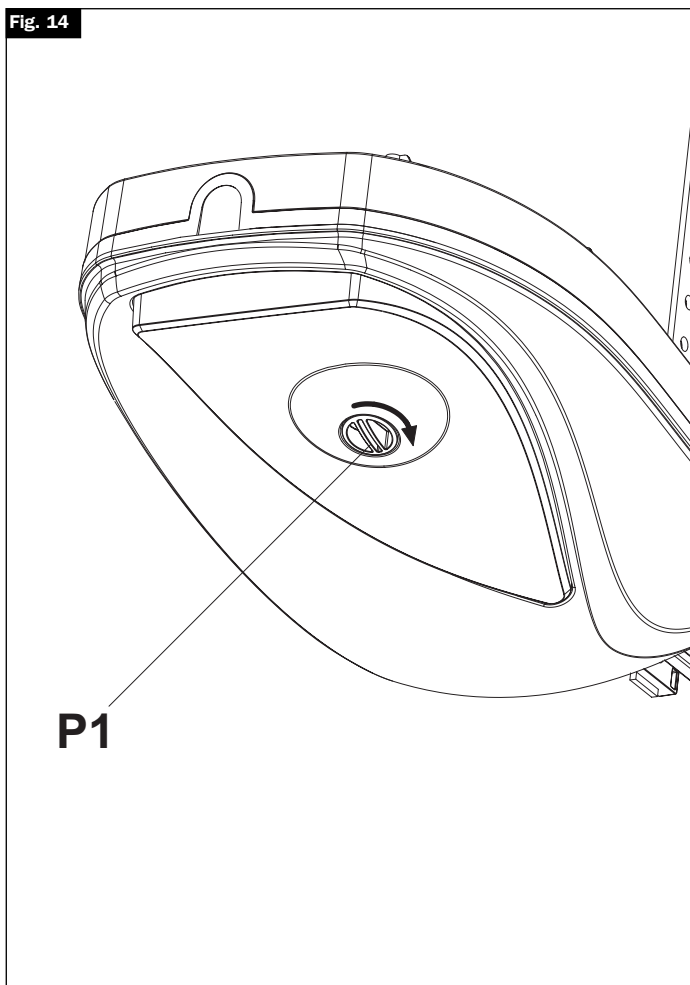

Fig. 15
ATTENZIONE: se si vuole installare il kit accessorio per lo sblocco dall'esterno J5 è necessario inserire il cordino metallico nell'apposito foro del carrello di traino (D) (fig.15) prima di inserire il carrello nel profilato.